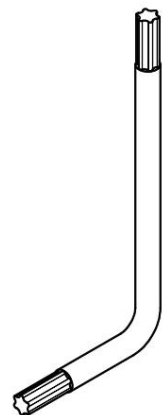
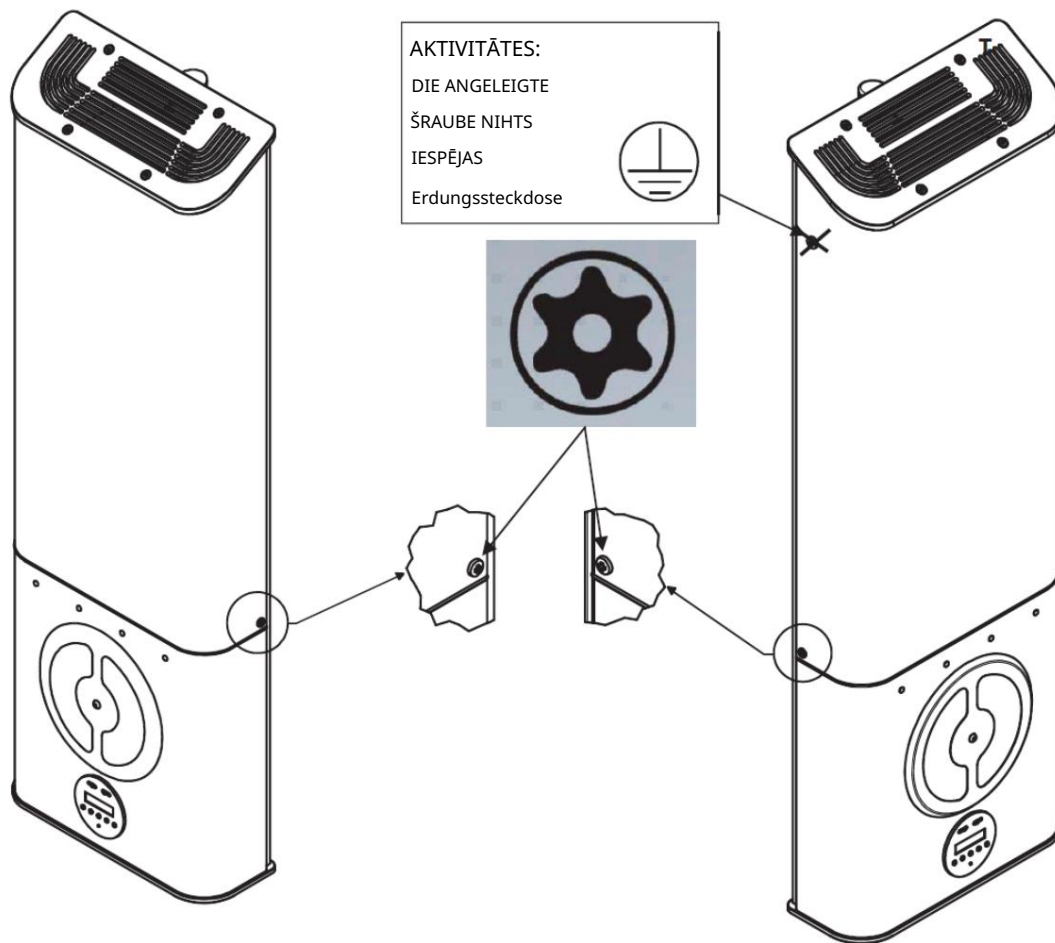

Abb.6
Abb.8
mitgelieferten L-Schraubenschlüssels (3MECL0001) für die entsprechenden Sicherheits- TORX Schrauben (Abb.6) die Schraube im vorderen Bereich losschrauben;
1. Mit Hilfe des mitgelieferten L-Schraubenschlüssels (3MECL0001) für die entsprechenden Sicherheits- TORX Schrauben (Abb.6) die schrauben auf den Gehäuseseitenteilen entfernen (Abb.8).